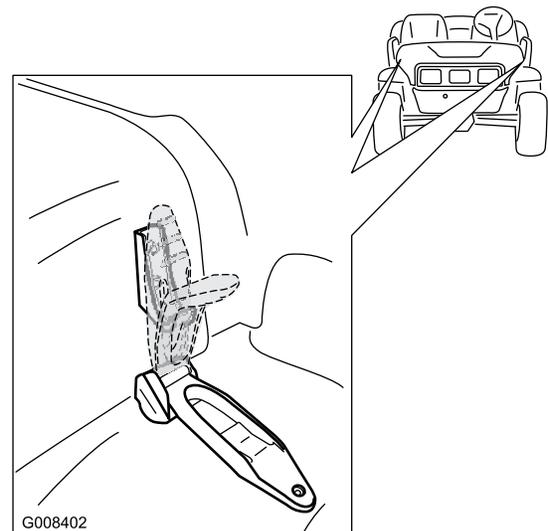

Figura 21
1. Liberte as fitas de borracha em ambos os lados do capot (Figura 21).